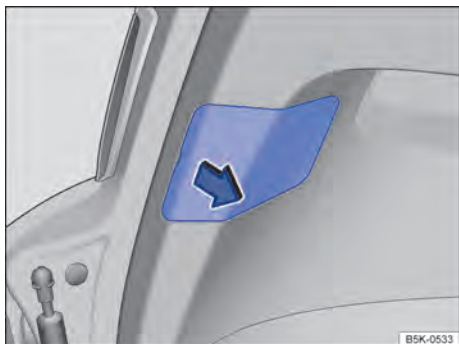

Fig. 221 Na tampa do compartimento de bagagem: remover a cobertura.
3.	Levantar com cuidado a cobertura, se necessário, com a lâmina plana da chave de fenda das ferramentas de bordo ⇒ Fig. 221.